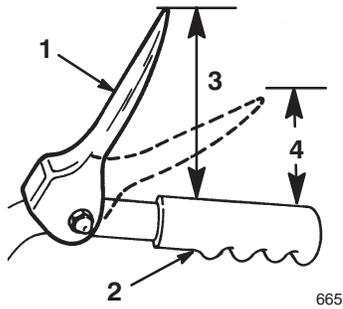

Figura 6
2. Regolate verso l'alto o il basso i due dadi di bloccaggio flangiati sull'asta della trazione, finché la distanza tra l'estremità superiore dell'impugnatura e l'estremità inferiore della leva di comando della trazione non è di circa 11 cm, come illustrato nella Figura 6.